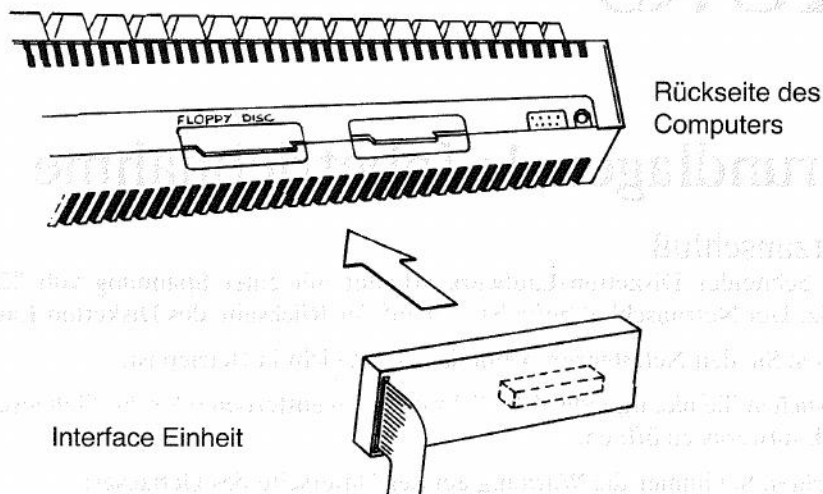

Bild 1
2. Stecken Sie die Interface-Einheit in den durch FLOPPY DISC gekennzeichneten Verbindungsstecker auf der Rückseite des Computers (siehe Bild 1).